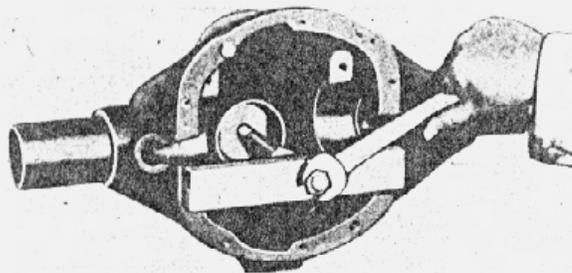

fig. 12 — remoção da capa do rolamento traseiro do pinhão
10. Remover as capas dos rolamentos cônicos, traseiro e dianteiro, com auxílio da ferramenta W-100 (fig. 12).